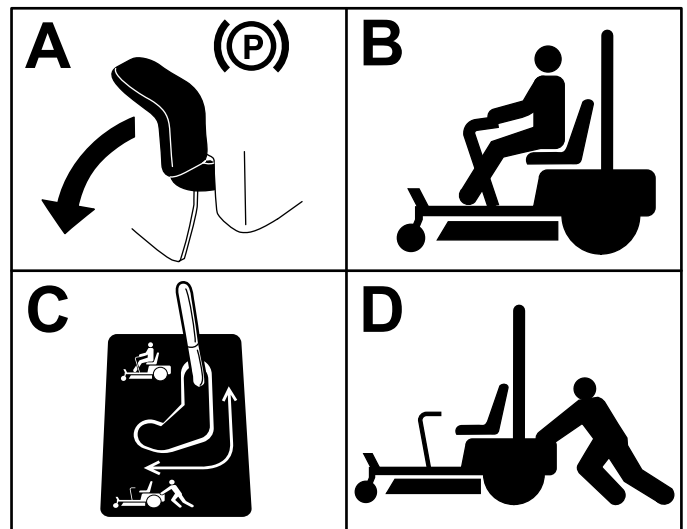

Figura 37
3. Para empujar la máquina, mueva las palancas de desvío hacia atrás y hacia fuera para bloquearlas en esa posición, como se muestra en la Figura 37.